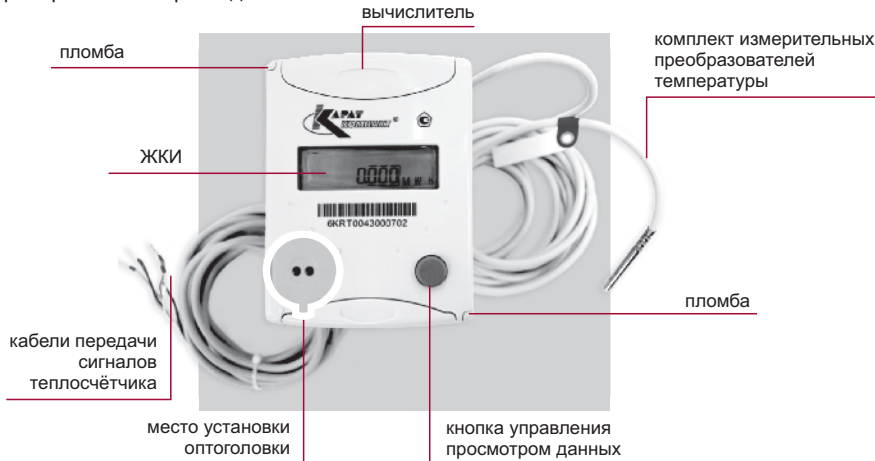

Рисунок 4 — Измерительная часть теплосчётчика
- двумя пломбами производителя (смотрите рисунок 4) защищается от вскрытия корпус вычислителя;
Просмотр меню теплосчётчика осуществляется **кнопкой управления просмотра данных** (рисунок 4), которая позволяет производить 3 разных вида нажатия, при помощи которых осуществляется управление всеми функциями, заложенными в теплосчётчик: